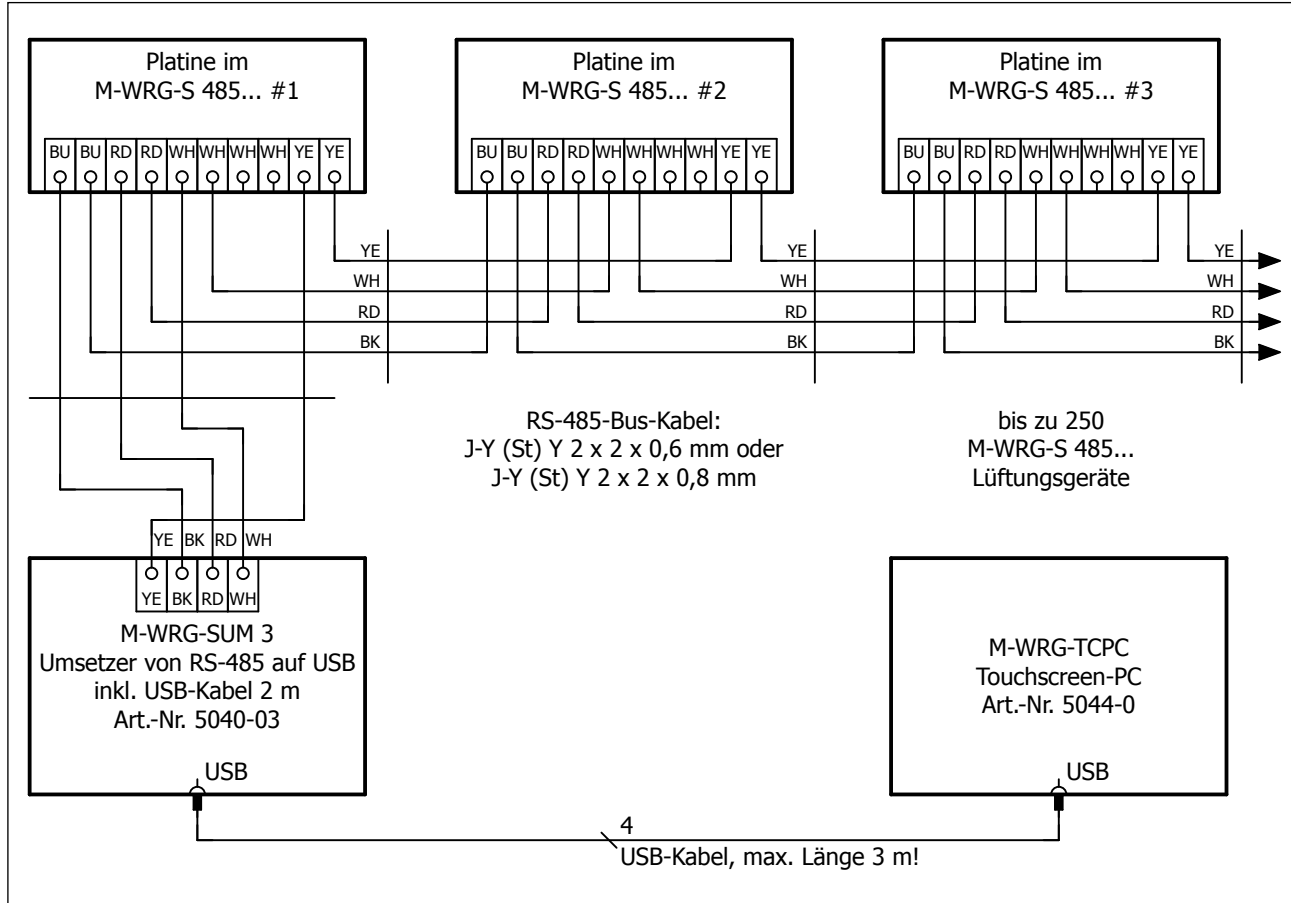

Abb. 5: RS-485-Steuersystem
- ▶ Führen Sie die Verdrahtung, wie in Abb. 5 auf Seite 9 gezeigt, durch.